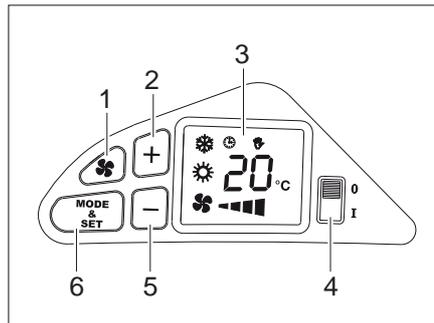

Bild 127 Bedienfeld
- Am Schalter (Bild 127,4) die Klimaanlage einschalten. Beim Einschalten wartet das System immer 2 Minuten, bevor es den Kompressor einschaltet und in den automatischen Betrieb geht.
- Die gewünschte Betriebsart mit der Taste (Bild 127,6) auswählen.
- Die Symbole im Display (Bild 127,3) zeigen die gewählte Betriebsart an:
- Durch gleichzeitiges Drücken der Taste (Bild 127,1) und eine der Tasten (Bild 127,2) oder (Bild 127,5) wird die Lüftungsgeschwindigkeit im manuellen Betrieb eingestellt.
- Durch Drücken der Tasten (Bild 127,2) oder (Bild 127,5) wird die Temperatur eingestellt
- Am Schalter (Bild 127,4) die Klimaanlage ausschalten.